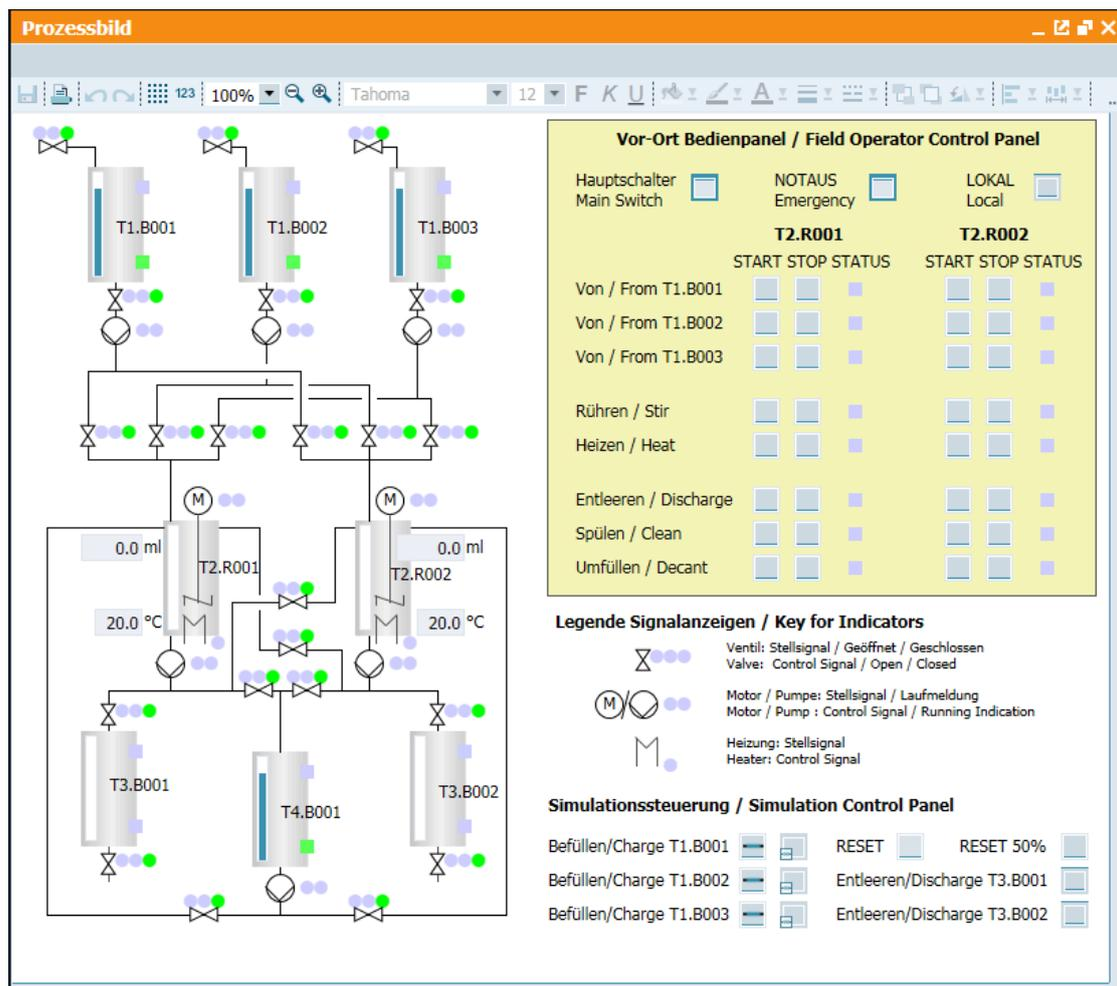

Abbildung 5: Bedienoberfläche der Prozesssimulation
Die Bedienoberfläche des Simulators ist in Abbildung 5 abgebildet. Sie stellt auf der linken Seite das Prozessschema sowie die Signalpegel von Stell- und Messgrößen dar. Auf der rechten Seite ist oben das ockerfarben hinterlegte Vor-Ort-Bedienpanel dargestellt, unten sind außerdem eine Reihe Steuerelemente für die Simulation angebracht.
6. Die Simulation beginnt, wie in Abbildung 5 dargestellt, mit 75 % gefüllten Edukttanks, alle anderen sind entleert. Dieser Zustand kann jederzeit mit der Option ‚RESET‘ in der Simulationssteuerung wiederhergestellt werden. Die Option ‚RESET 50 %‘ füllt alle Tanks zu 50 %.